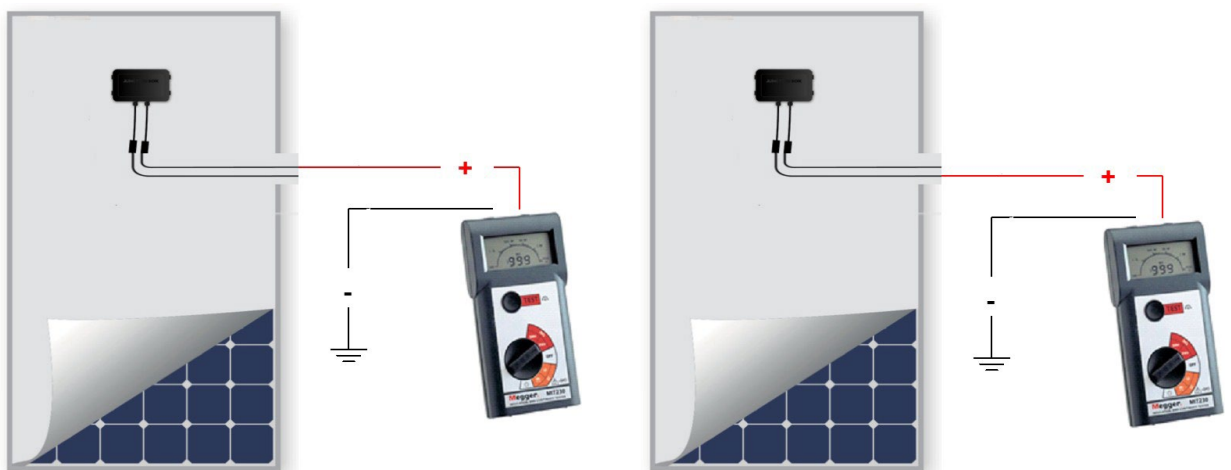

Abbildung 5: Verbinden des Isolationsprüfers mit dem Modul
- g. Trennen Sie das Verzweigungskabel vom Leistungsoptimierer und verbinden Sie es mit dem Modul. Richten Sie sich dabei nach einem der unten gezeigten Verbindungsschemata (Abbildung 5).